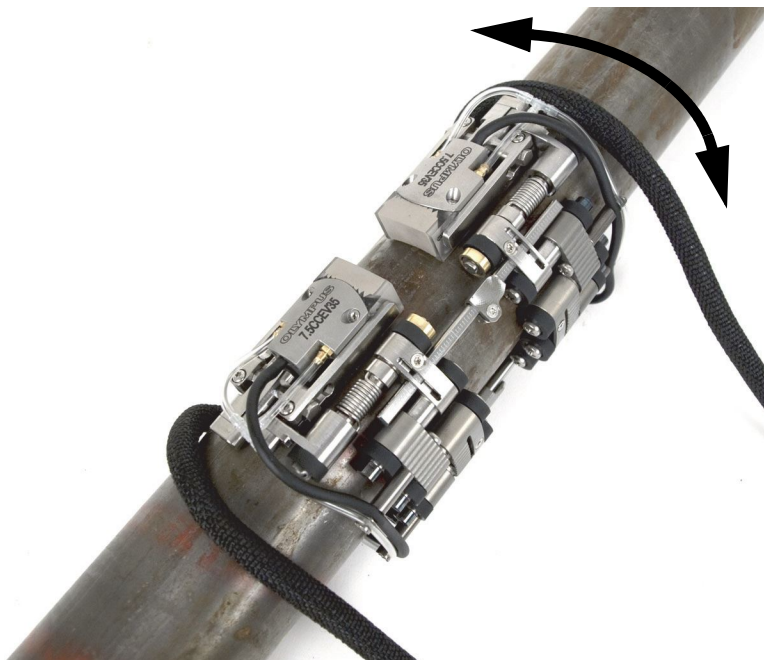

图 2-30 旋转扫查器
- c) 在直管的整个周向上手动旋转扫查器（参见第 42 页的图 2-30）。